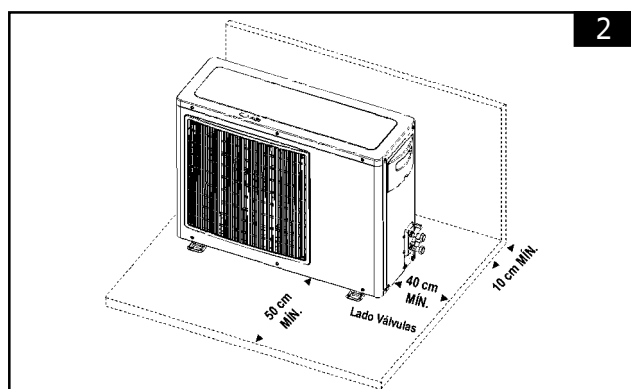

FIGURA 2 - ESPAÇOS MÍNIMOS RECOMENDADOS PARA INSTALAÇÃO
- * Obedecer os espaços requeridos para instalação e circulação de ar conforme figura 2.